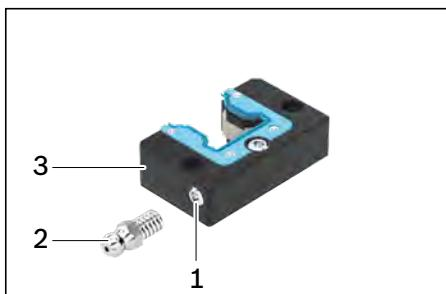
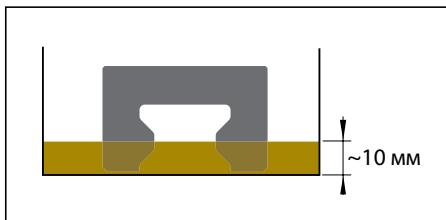

Рисунок 1
Рисунок 2
- ▶ Удалить резьбовой штифт из смазочного отверстия (рис. 1, поз. 1) и отложить в сторону.
- ▶ Ввинтить шприц-масленку (2).
- ▶ Уложить торцевой смазочный узел (3) плашмя, заполнить узел маслом в соответствии с таблицей 2, и оставить его лежать прибл. на 36 часов.
- ▶ Для типоразмера 20, низкая каретка: торцевые смазочные узлы поставить прибл. на 36 часов, в ванночку, наполненную маслом с глубиной 10 мм (смотри рисунок 2).
- ▶ Пополнение смазкой торцевого смазочного узла типоразмера 20, низкого, невозможно через смазочный фитинг (см. рис. 2).